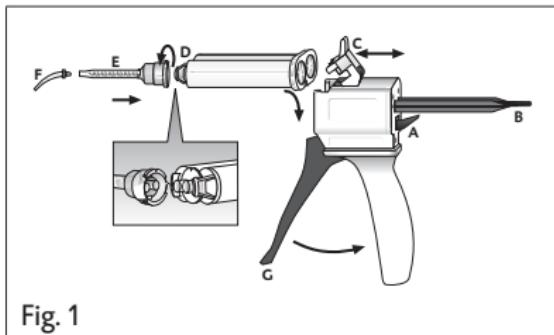

Fig. 1
1. Tryk armen [fig. 1, pos. A] på bagsiden af Automix-Dispenser opefter, og træk skyde-ren [fig. 1, pos. B] helt tilbage.
2. Vip plastlåsen [fig. 1 pos. C] opefter, sæt magasinet i, og stop den med plastlåsen [fig. 1, pos. C].
- Træk magasinkappen [fig. 1, pos D] eller den brugte blandekanyle af, og kassér den efter at have drejet den 90° i retning mod uret.
- Sæt en ny blandekanyle [fig. 1, pos. E] på.
- Sæt Intraoral-Tip [fig. 1, pos. F] på.
- Bland materialet ved at aktivere armen [fig. 1, pos. G] på Automix-Dispenser i blandekanylen, og påfør det direkte.
- Tryk armen [fig. 1, pos. A] på bagsiden af Automix-Dispenser opefter, og træk skyderen [fig. 1, pos. B] helt tilbage.
- Vip plastlåsen [fig. 1, pos. C] opefter, og tag magasinet af.